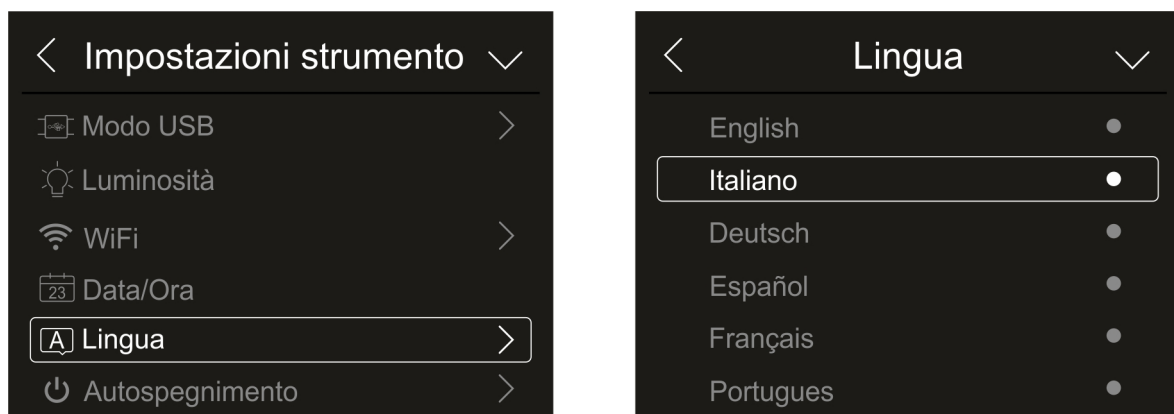

Fig. 17: Impostazione lingua di sistema
1. Toccare la voce “Lingua” per eseguire l’impostazione della lingua di sistema. La videata di Fig. 17 – parte destra è mostrata: